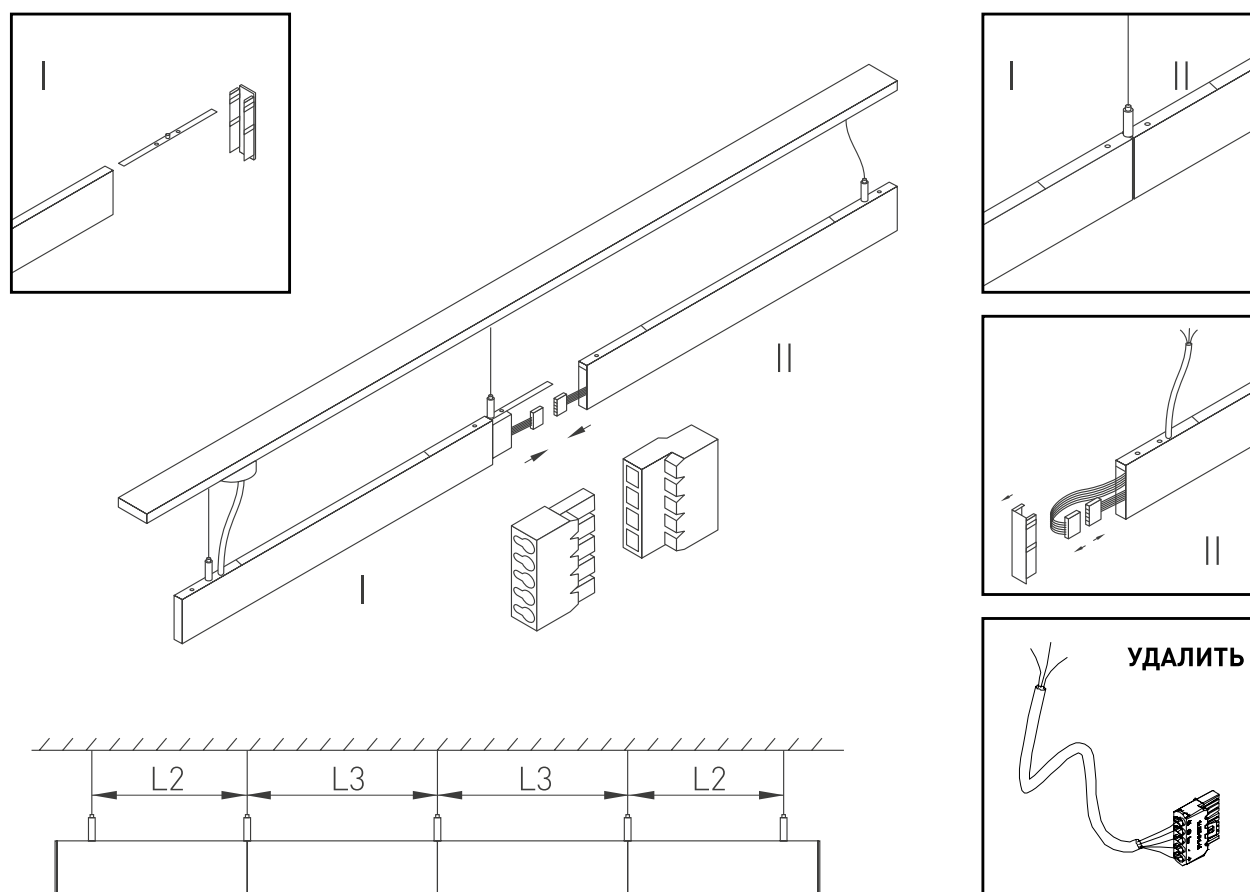

Рис. 3. Соединение светильников в линию
**ВНИМАНИЕ!** Для механического соединения светильников необходимо дополнительно приобрести прямой коннектор (арт. 030293 ALT-LINEAIR-FLAT-CON-I-2094 (ANOD)). Разъем для электрического присоединения светильников в линию находится в каждом светильнике и закрыт торцевой заглушкой (см. рисунок 3).
- ⚠️ **ВНИМАНИЕ!** Для механического соединения светильников необходимо дополнительно приобрести прямой коннектор (арт. 030293 ALT-LINEAIR-FLAT-CON-I-2094 (ANOD)). Разъем для электрического присоединения светильников в линию находится в каждом светильнике и закрыт торцевой заглушкой (см. рисунок 3).